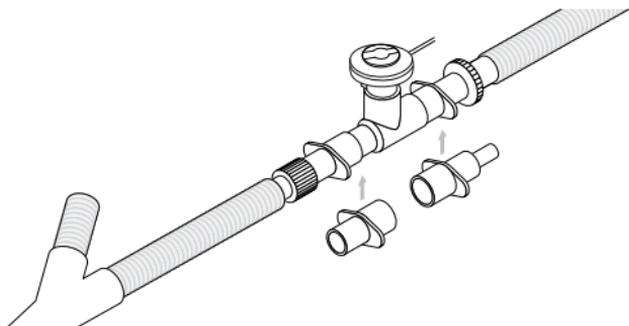

Figura 7. Ligação a um circuito respiratório para crianças
2. Nos circuitos respiratórios para crianças, ligue o nebulizador com a peça em T (crianças) ao elemento inspiratório do circuito respiratório, antes do conector em Y do paciente (Figura 7).
1. Nos **circuítos respiratórios para recém-nascidos**, ligue o nebulizador com a peça em T (crianças) e os adaptadores para recém-nascidos aproximadamente 30 cm antes do conector em Y do paciente (Figura 7). Em alternativa, ligue o nebulizador com a peça em T (recém-nascidos) 30 cm antes do conector em Y do paciente (Figura 8).